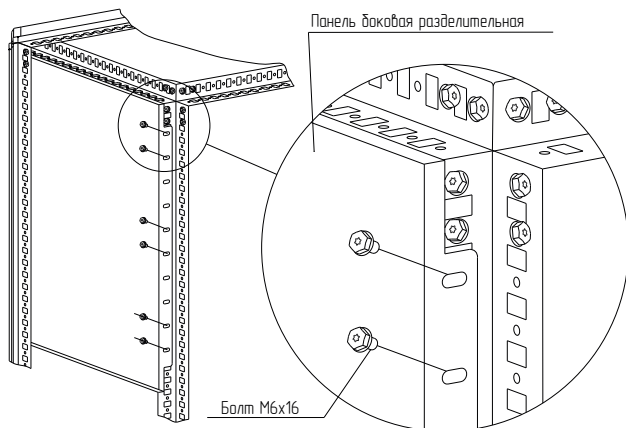

Рисунок 20
4.9.2 Установить панель боковую разделительную между стоек каркаса на нужной высоте и закрепите болтами М6×16 (рисунок 20). Момент затяжки – 7 Н·м. Метизы в комплект поставки не входят.